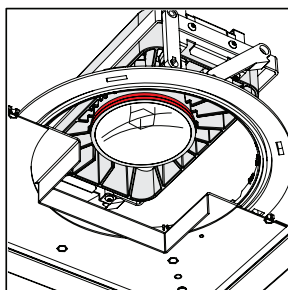

fig. 17
- Para colocar la óptica en la posición de regresión reducida, tire de la misma directamente hacia abajo. El motor de luz se bloqueará magnéticamente en su lugar (consulte la fig. 17).